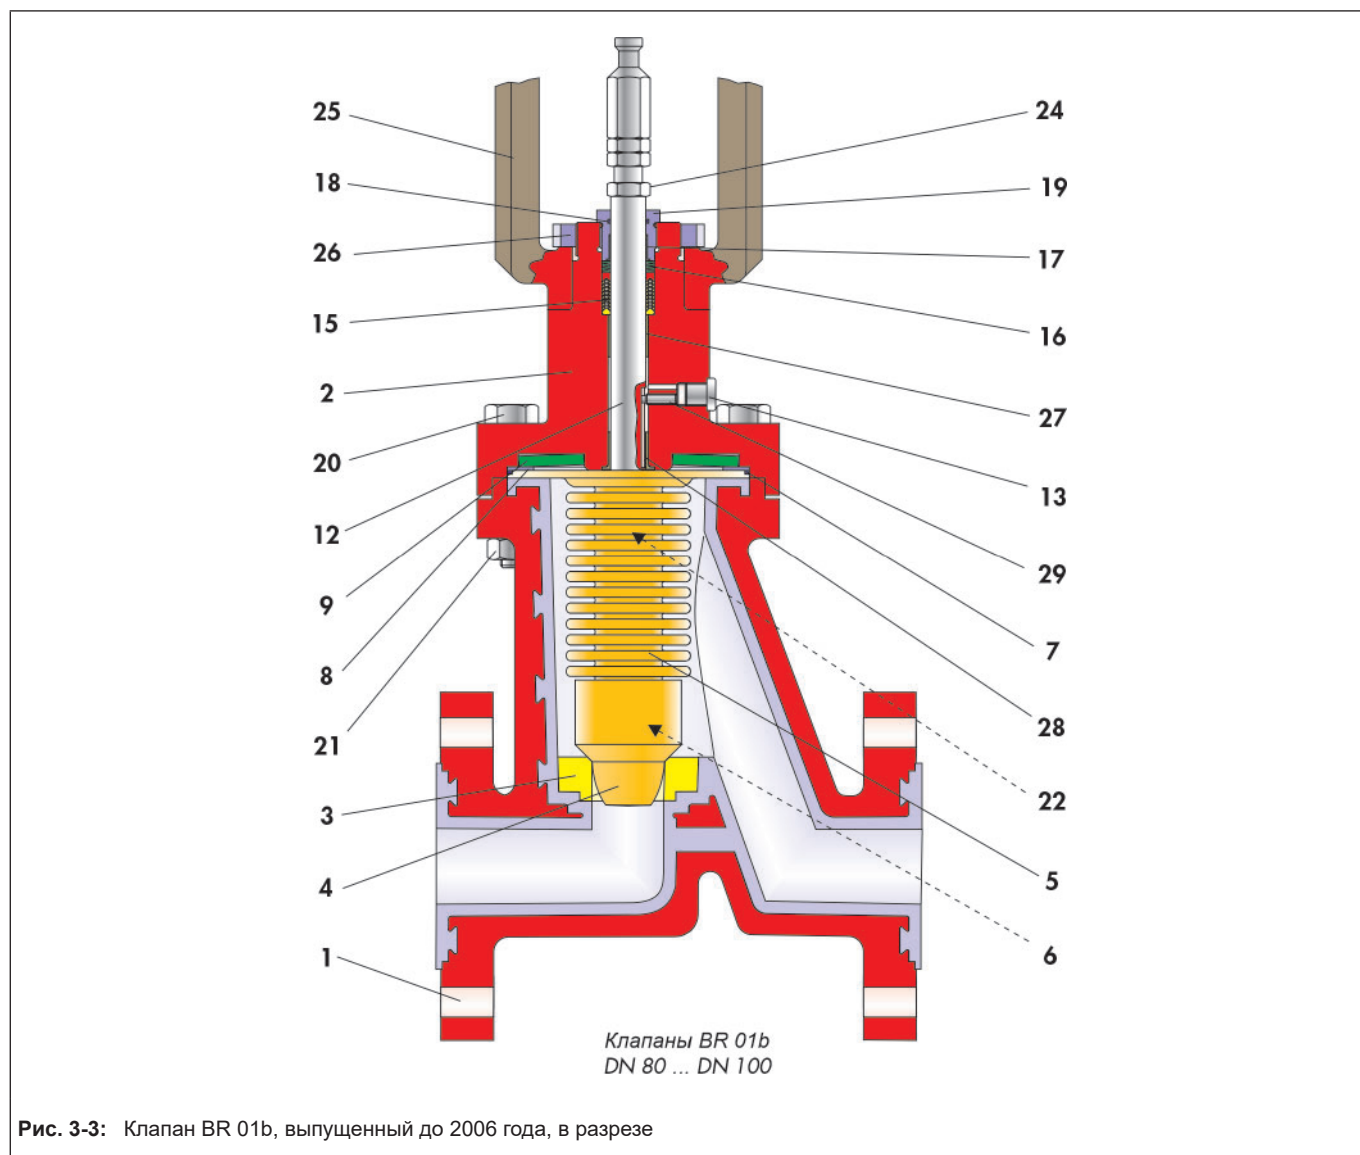

Рис. 3-3: Клапан BR 01b, выпущенный до 2006 года, в разрезе
- ⇒ Вставьте втулку Glycodur (27) с подходящим дорном в подвод шпинделя до упора.
- ⇒ Вдавите ступенчатую втулку Glycodur (28) до упора.
- ⇒ Для дальнейшего монтажа поместите фланец крышки (2) со стороны фланца на чистую поверхность на рабочей высоте так, чтобы верхнее отверстие было легкодоступно.
- ⇒ Вдавите шевронную уплотнительную манжету (15) с последовательностью V-образное нажимное кольцо, V-образные кольца из ПТФЭ и запорное кольцо в предусмотренное для этого отверстие. Расположение шевронной уплотнительной манжеты показано на чертеже, рисунок 3-3.
- ⇒ Вставьте комплект тарельчатых пружин (16). Расположение тарельчатых пружин показано на чертеже, рисунок 3-3.
- ⇒ Вставьте кольцо круглого сечения (18) во внутреннюю канавку сальниковой коробки (19).
- ⇒ Вдавите верхнюю подшпикниковую втулку (17) в нижнюю часть сальниковой коробки (19).
- ⇒ Смажьте сальниковую коробку (19) на резьбе.
- ⇒ Ввинтите сальниковую коробку (19) в верхнюю резьбу фланца крышки (2) так, чтобы наружная канавка сальниковой коробки оставалась видимой.